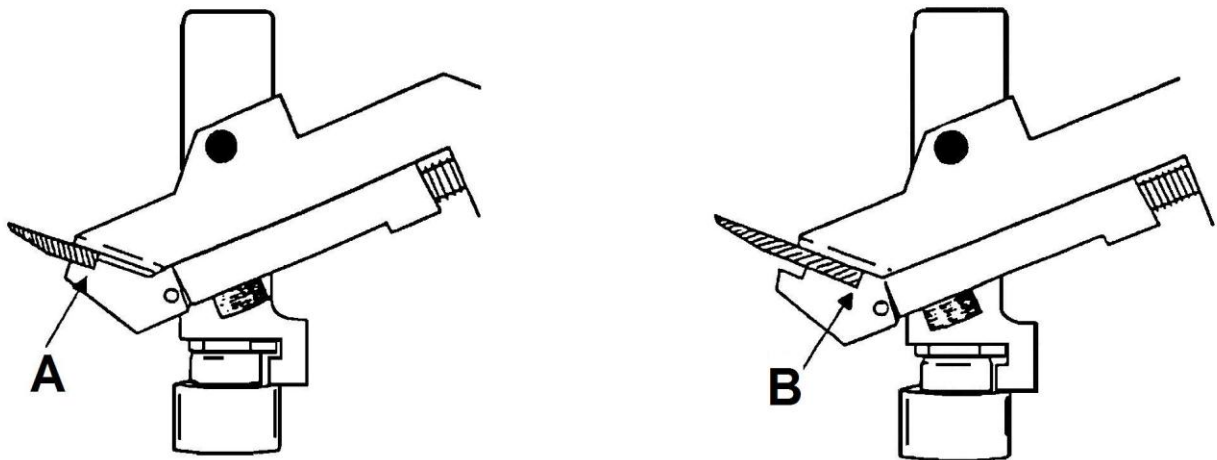

Figure 11
8.4.4 Installation d'une lame dans l'étau (voir la figure 11)